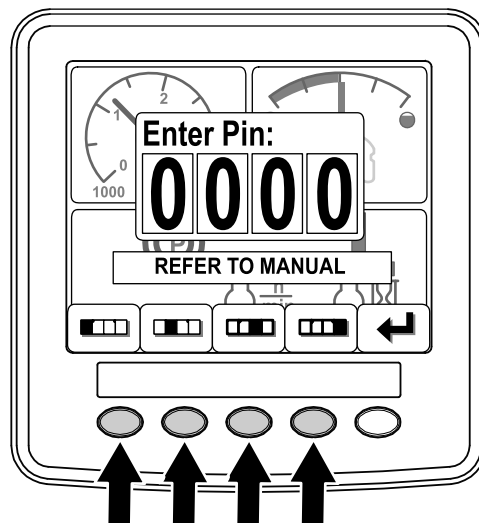

Figura 9
3. Prima os botões 1 a 4 para introduzir o PIN (Figura 9).